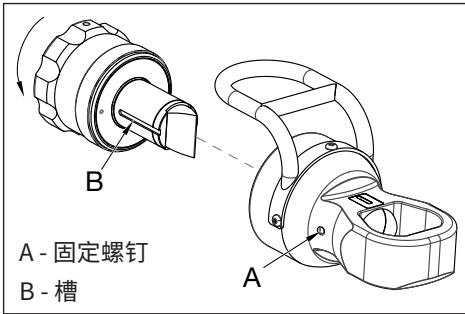

图 2: 组装油缸和切割头
- 2. 拧松切割头本体上的固定螺母(图 2,A 项)。
- 3. 将油缸插入到切割头中,注意将刀座上的轴向槽(图 2,B 项)对准切割头腔孔中的固定螺钉(图 2,A 固定螺钉)。对准后沿标示方向转动油缸,旋入缸体上的螺纹。
3. 如果切割头筒体上的固定螺钉过紧,请将其拧松。请参见图 2,第 A 项。
3. 如果切割头筒体部分上的固定螺钉过紧,则予以拧松。请参见图 2,第 A 项。